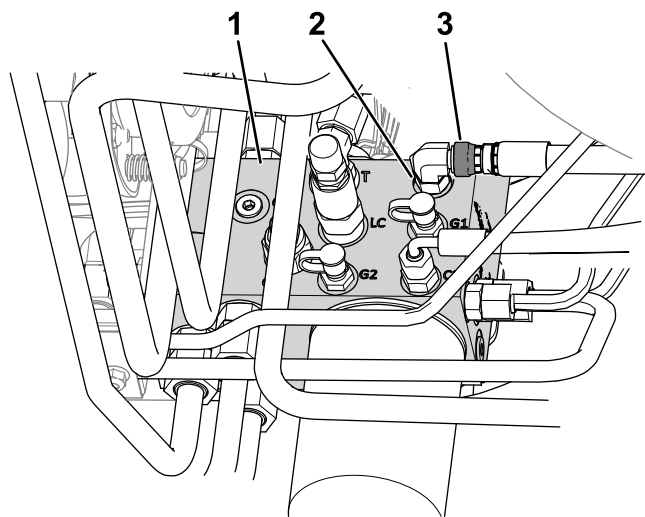

Figura 10
- B. Slăbiți piulița pivotantă a furtunului conectată la portul C1 al colectorului hidraulic (Figura 10).